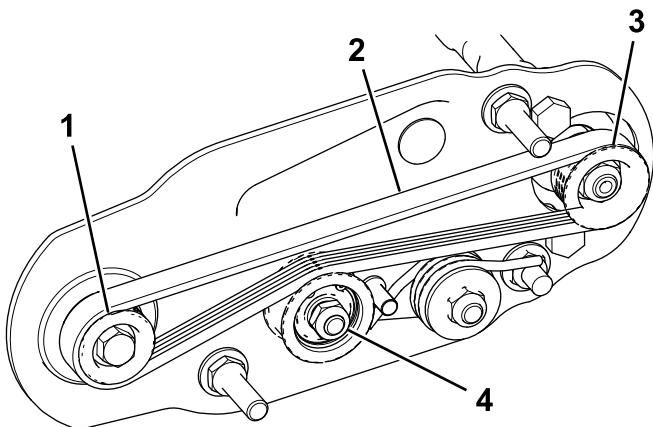

Bild 24
- A. Verlegen Sie den Riemen um die Antriebsscheibe und dann über die Oberseite der Spannscheibe (Bild 24).
- A. Verlegen Sie den Riemen von der Antriebsriemenscheibe ausgehend (Bild 24).